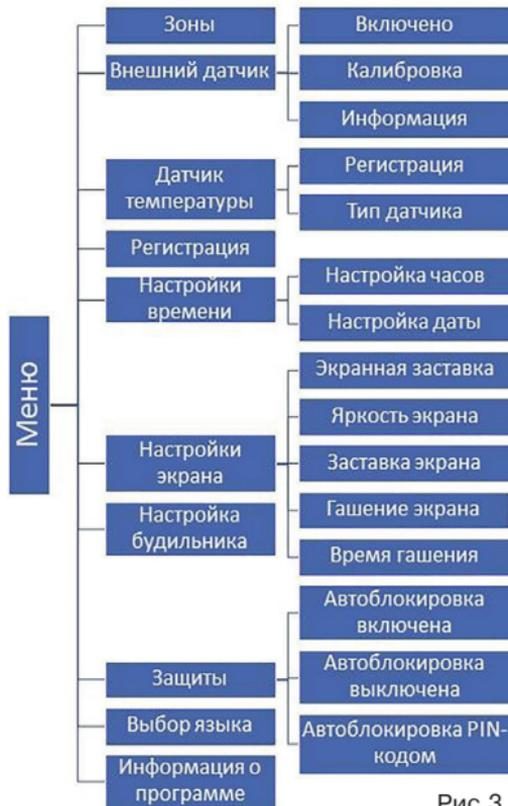

Рис.3
7.1. Схема главного меню. (Рис.3)